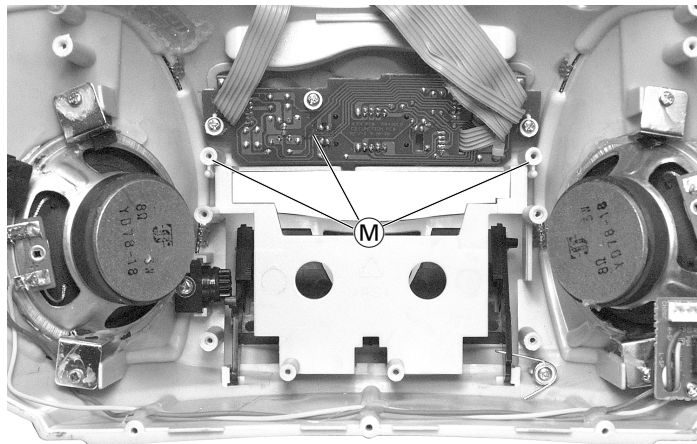

Fig. 11
- 3 Schrauben **M** (Fig. 11) herausschrauben.
- Undo 3 screws **M** (Fig. 11).